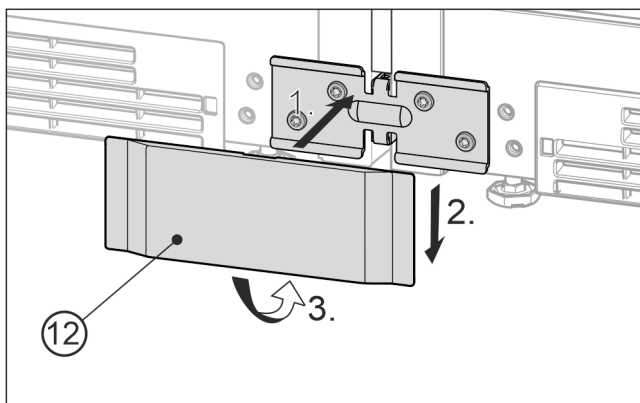

Fig. 26 Beispielhafte Darstellung
- Die untere Abdeckung Fig. 26 (12) von vorne auf den Winkel aufsetzen Fig. 26 (1), runterschieben Fig. 26 (2) und unten einrasten Fig. 26 (3).